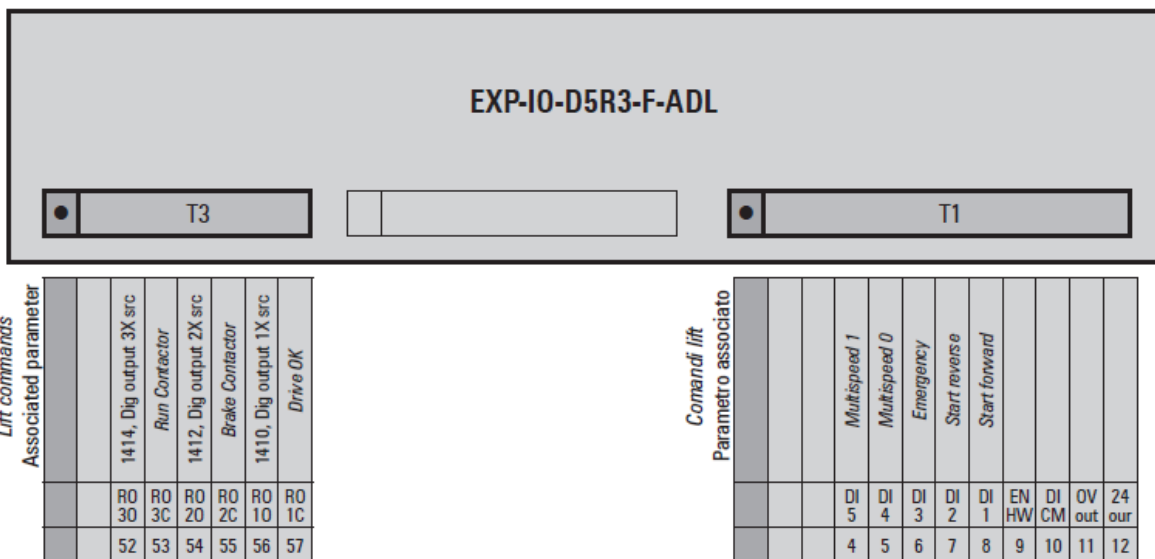

Figura 10 Um exemplo para configuração de IO de regulagem: EXP-IO-D5R3.
- ADL300 Advanced, os sinais ENABLE e de feedback são posicionados na placa de expansão ADL-IO. As placas opcionais ADL-I/O estão listadas no Anexo A.2 do manual do Usuário de Especificações e Instalação. A Figura 10 e a Tabela 7 mostram um exemplo de configuração do ADL300 e a descrição dos pinos relacionados à segurança.